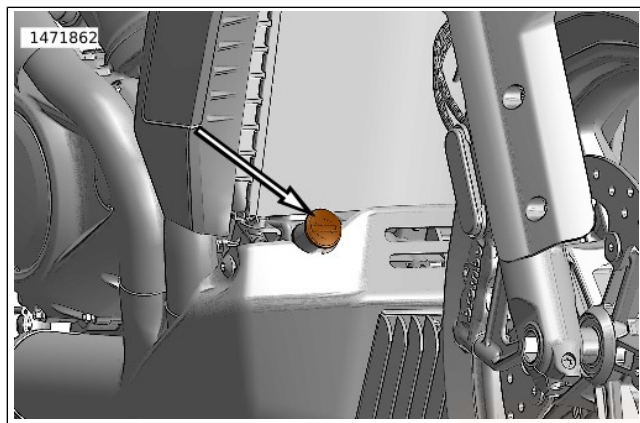

Abbildung 64. Kühlmittel-Einfüllverschlussstopfen/Messstab
3. Kühlmittel-Behälterkappe/Messstab entfernen. Siehe Abbildung 64.
5. Wenn der Stand unter der „MIN“-Linie (1) liegt, GENUINE HARLEY-DAVIDSON EXTENDED LIFE ANTIFREEZE AND COOLANT einfüllen, bis der Flüssigkeitsstand die „MAX“-Linie (2) erreicht.
6. Kühlmittel-Behälterkappe/Messstab anbringen. Siehe Abbildung 64.